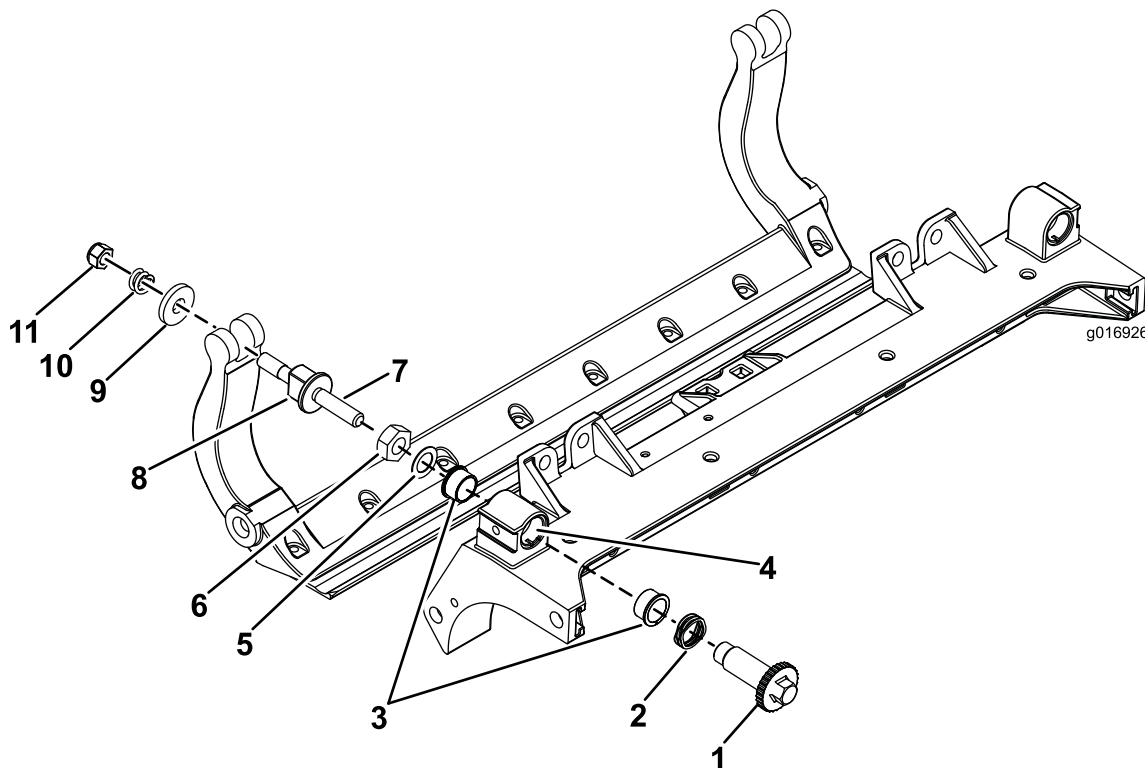

Bild 40
1. Entfernen Sie alle Teile (siehe *Installationsanleitung* für das HD-DPA-Kit und Bild 40).
2. Tragen Sie ein Gleitmittel innen im Büchsenbereich am mittleren Schneideinheitsrahmen auf (Bild 40).
3. Fluchten Sie die Keile an den Flanschbüchsen mit den Schlitten im Rahmen aus und setzen Sie die Büchsen ein (Bild 40).
4. Legen Sie eine Wellenscheibe auf die Einstellerwelle und schieben Sie die Einstellerwelle auf die Flanschbüchsen im Rahmen der Schneideinheit (Bild 40).
5. Befestigen Sie die Einstellerwelle mit einer Flachscheibe und einer Sicherungsmutter (Bild 40).
12. Legen Sie eine Stahlscheibe außen auf jede Nylonscheibe (Bild 40).
Hinweis: Die Scheiben innen können einen Abstand aufweisen (Bild 40).
15. Ziehen Sie die Mutter an jedem Untermesserträgereinsteller an, bis die Druckfeder ganz zusammengedrückt ist, lösen Sie die Mutter dann um eine halbe Umdrehung (Bild 40).